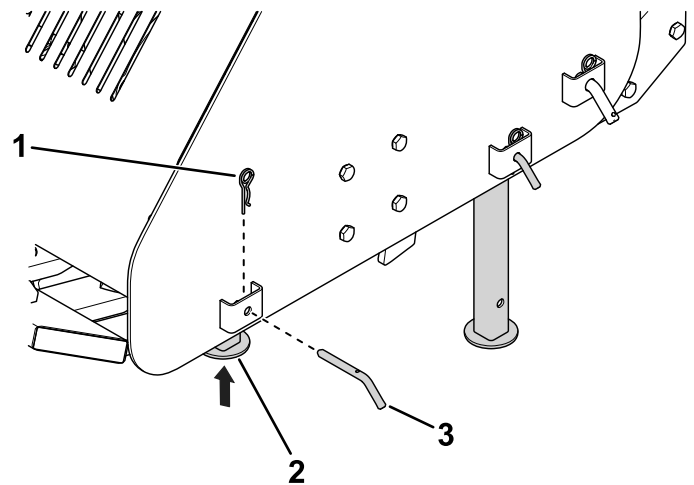

Figure 10
6. Coupez le moteur du groupe de déplacement, retirez la clé et relevez les pieds de rangement de l'accessoire (Figure 10).